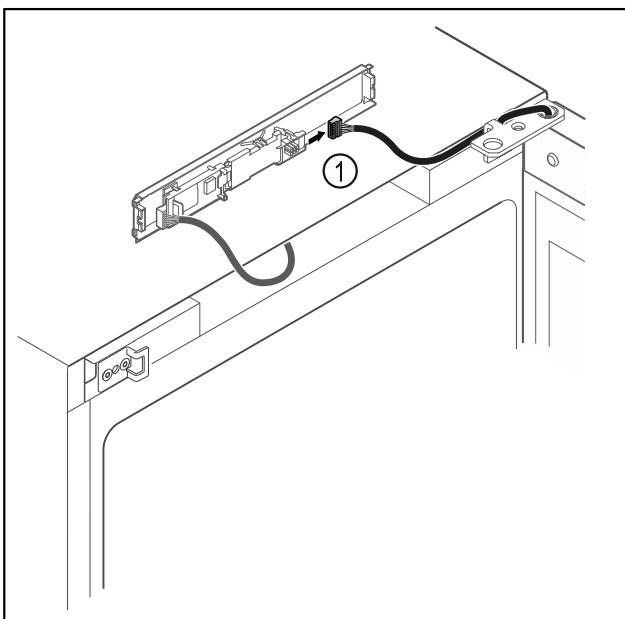

Fig. 19
- Витягнути штекер Fig. 19 (1) з плити.